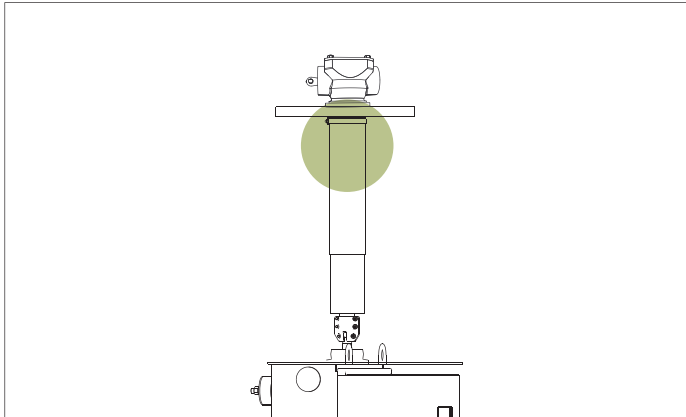

Рис. 70. Хомуты крепления на защитном патрубке
10. Снимите хомут крепления защитного патрубка у конического редуктора. См. рис. 70.